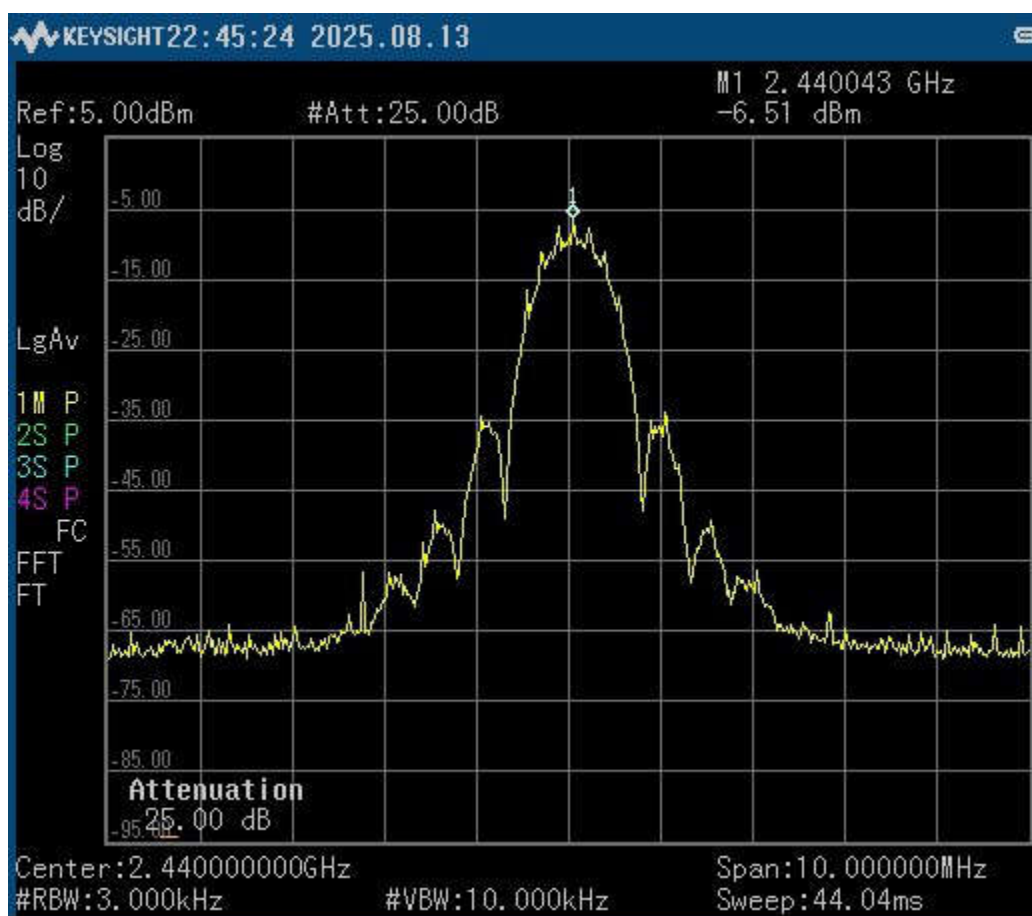

図 7-7. 電力スペクトル密度マスクテストのスペクトルアナライザ出力
- ステップ 4: PSD マスクがスペクトル アナライザの所定の規格に準拠していることを確認します。(スペクトル アナライザの結果の例については 図 7-7 を参照してください)